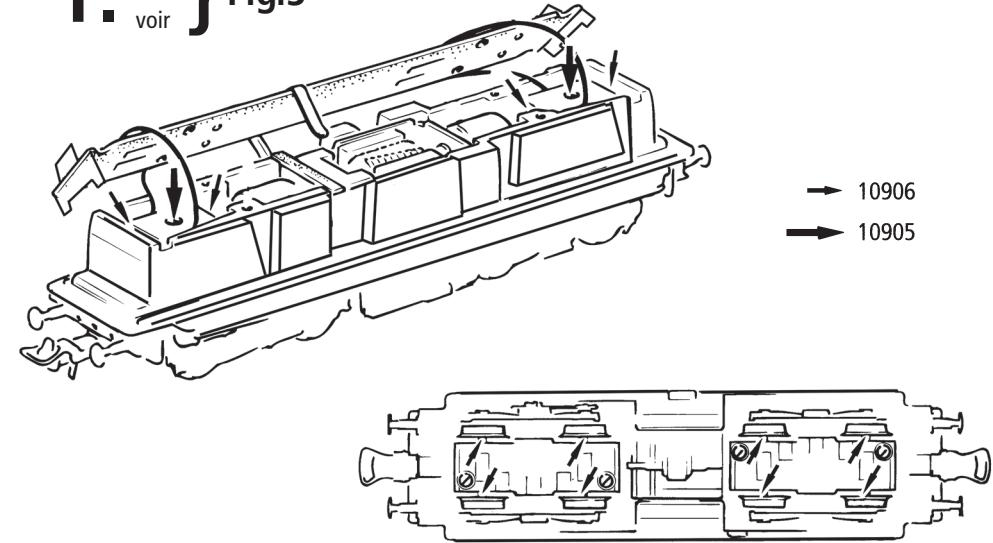
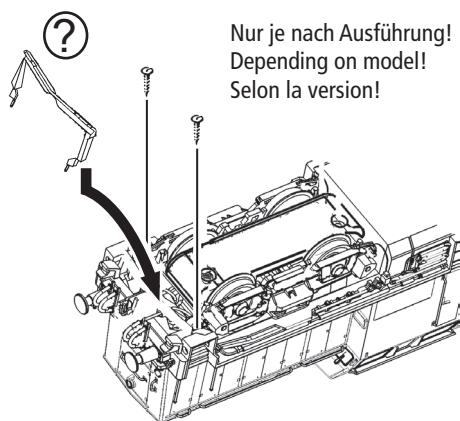

Fig. 8
Fig. 4
**3. Échange des bandages d'adhérence:** Démontez d'abord **le couvercle du carter des engrenages** des engrenages (fig. 4). Délogez ensuite les essieux bandagés et enlevez, à l'aide d'une aiguille ou d'un tourne-vis fin, les bandages d'adhérence (fig. 8). Lors du montage des nouveaux bandages veuillez veiller à ce que les bandages **ne soient pas tordus**.
voir } Fig.4